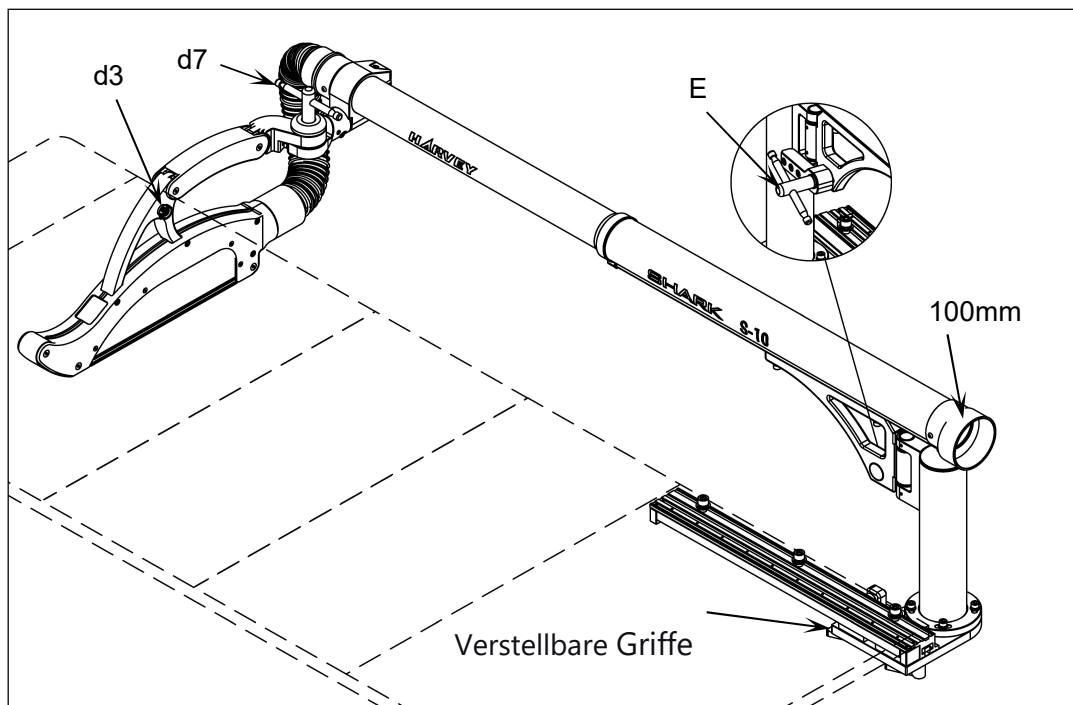

Abb. 20
1. Schließen Sie ein geeignetes Staubabsaugsystem, das die empfohlenen Mindestanforderungen an den Luftstrom der Tischsäge erfüllt oder übertrifft, an den in **Abb. 20** gezeigten 4-Zoll-Schlauchanschluss (100 mm) an.